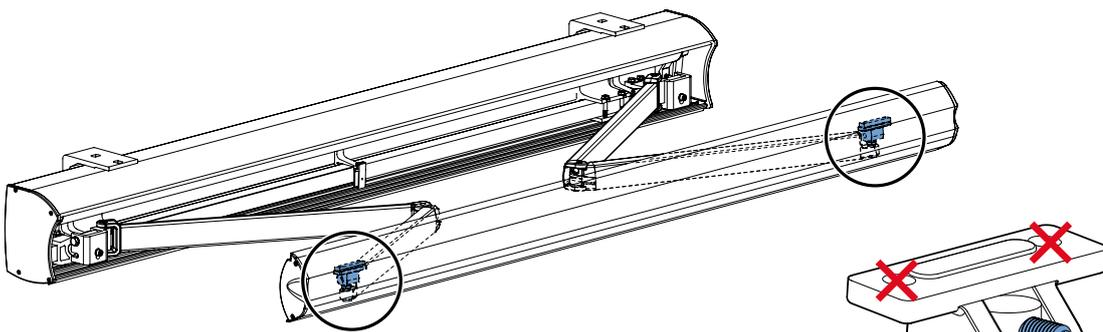

fig. 6.2 Emplacement des raccords des bras
2. Les raccords des bras se trouvent aux extrémités des bras escamotables (du côté de la latte frontale). Voir figure 6.2.